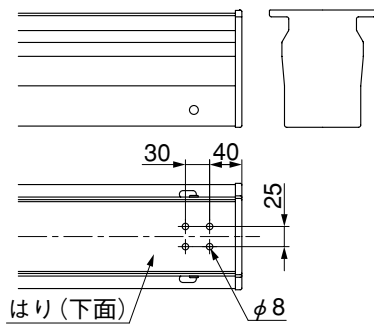

図3-4
❶ 現場にて、はり下面にφ8の穴をあけてください。(図3-4)